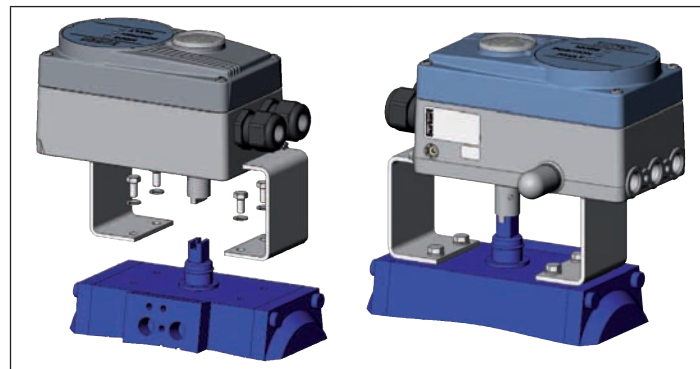

Fig. 14 : Fixation de l'actionneur pivotant
- Mettre en place le positionneur avec adaptateur de montage sur l'actionneur pivotant et le fixer (voir « Fig. 14 »).